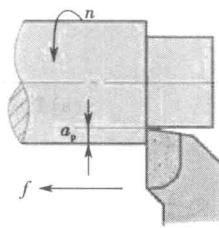

图1-9 纵向移动车削外圆
② 车外圆的方法。
a. 移动床鞍至工件右端,用中滑板控制切削深度,摇动小滑板丝杠或床鞍作纵向移动车外圆,见图1-9。一次进给车削完毕,横向退出车刀,再纵向移动刀架滑板或床鞍至工件右端进行第二次、第三次进给车削,直至符合图样要求为止。